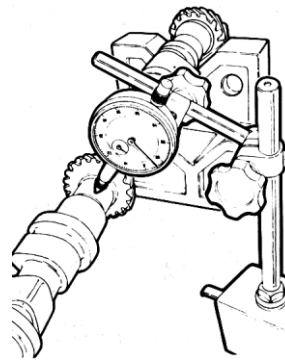

Fig. 3.35 Revisión del árbol de levas
13. Limpie y revise el árbol de levas: Revise las levas y los muñones de los cojinetes en busca de desgastes excesivos. Si existen levas dudosas, debe rectificarse o cambiarse el árbol de levas. Revise las levas con un micrómetro, midiéndolos desde la nariz hasta la base y nuevamente a 90°. (Ver Fig. 3.35)